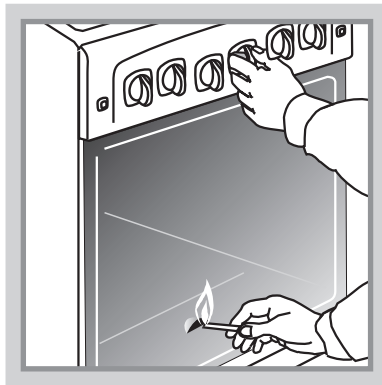

Рис. 3
- Для розжига горелки духовки поднесите зажженную спичку к окну запальника, поверните ручку крана в положение “максимальное пламя” и нажмите до упора (Рис. 3).